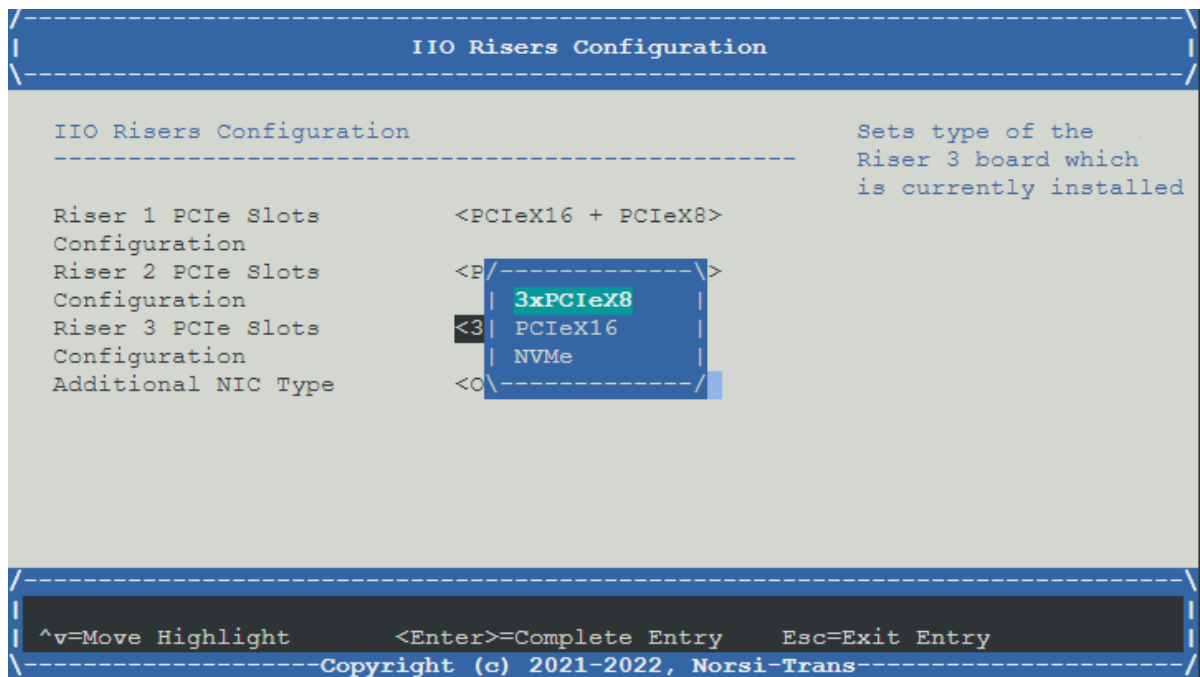

Рис. 65. Выбор типа PCIe-райзеров
- 3) Установите тип PCIe-райзеров согласно физическим. Окно показаны на рис. 65. Выбор типа PCIe-райзеров